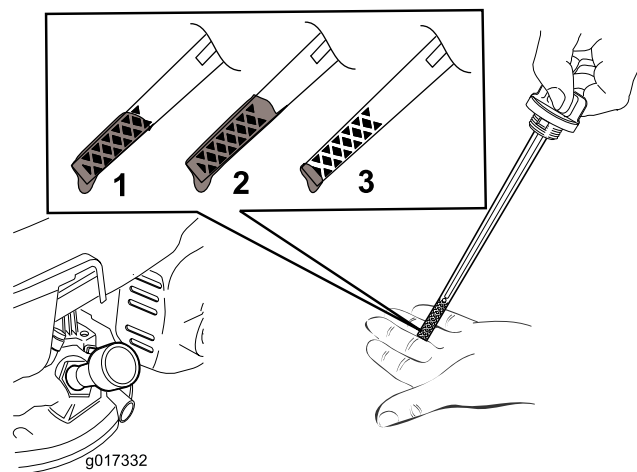
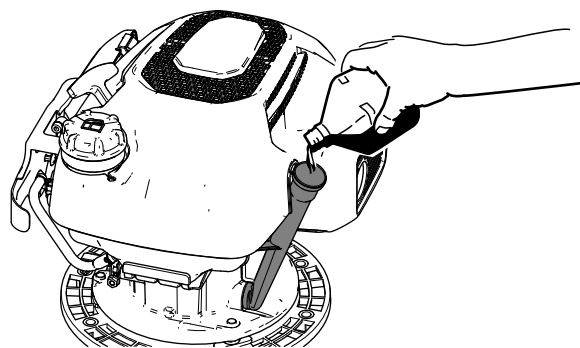

Рисунок 34
Рисунок 35
- Если уровень масла около или ниже отметки нижнего предела на щупе (Рисунок 34), медленно залейте моторное масло указанного типа в маслозаливную горловину (Рисунок 35) и подождите 3 минуты.
5. Поместите сливной поддон рядом с декой на земле со стороны маслозаливной горловины машины (Рисунок 35).
1. Медленно залейте масло указанного типа в маслозаливную горловину (Рисунок 35) и подождите 3 минуты.